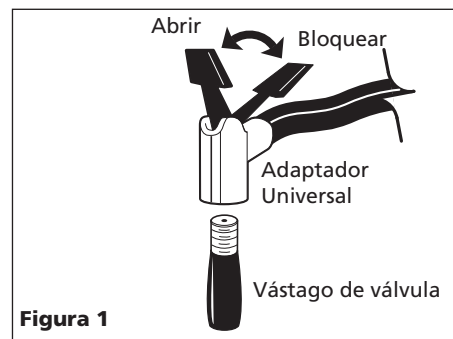

Figura 1
2. Enrosque el adaptador en el vástago de la válvula en sentido horario hasta lograr una buena conexión (Ver Figura 1).